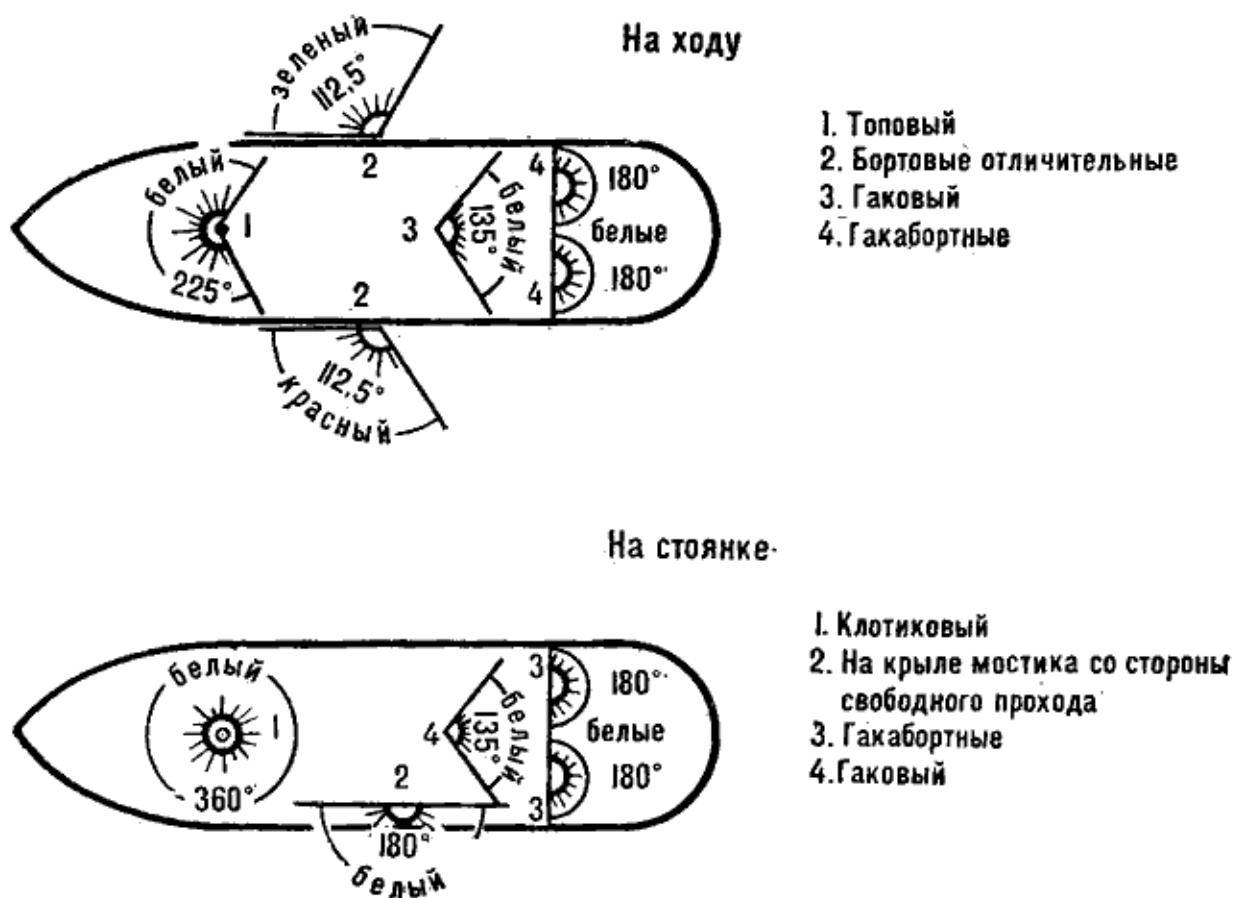

Рис. 143. Схема расположения огней на речном самоходном судне
*К ходовым огням речных судов относятся (рис. 143):*
1. Все самоходные сухогрузные суда, в том числе и парусно-моторные, длиной менее 30 м и шириной до 5 м поднимают на мачте один белый клотиковский огонь, а те же суда Длиной более 30 м и шириной более 5 м включают также гаковый и гакабортные огни и выставляют белый огонь на крыле мостика со стороны борта, свободного для прохода других судов (§ 36 а, 37, рис. 143).